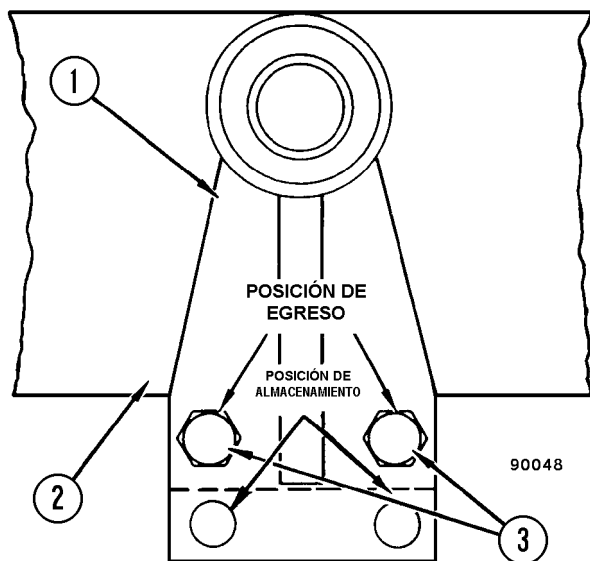

FIGURA 2-9. RODILLOS DEL SUBCHASIS
3. Retire los pernos y las tapas de montaje del motor que aseguran los bujes de montaje (2) del subchasis en su parte trasera.
5. Coloque un gato debajo de la parte trasera del módulo de potencia. Levante la parte trasera del subchasis del motor e instale los rodillos del subchasis (vea la Figura 2-9). Baje cuidadosamente la parte trasera del subchasis hasta que los rodillos descansen en el riel guía del bastidor principal.
**NOTA:** Los rodillos del subchasis vienen en el grupo de herramientas del camión y pueden instalarse en la posición de almacenamiento después de su uso, como se muestra en la Figura 2-9.
3. Revise los rodillos del subchasis para asegurarse de que rueden libremente y que estén en la posición "roll out" (vea la Figura 2-9).